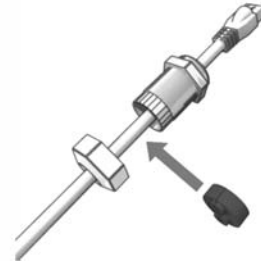

Abbildung 2.22 Kabelführung durch Kabelverschraubungen
2. Die Kabel über Kabelverschraubungen durch die Unterseite des Wechselrichters führen. Siehe Abbildung 2.22.